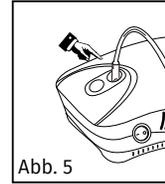

Abb. 5
7. Schließen Sie vorsichtig mit Kreisbewegung das andere Ende des Luftschlauchs an Rohrschluss auf dem Gerät (Abbildung 5).